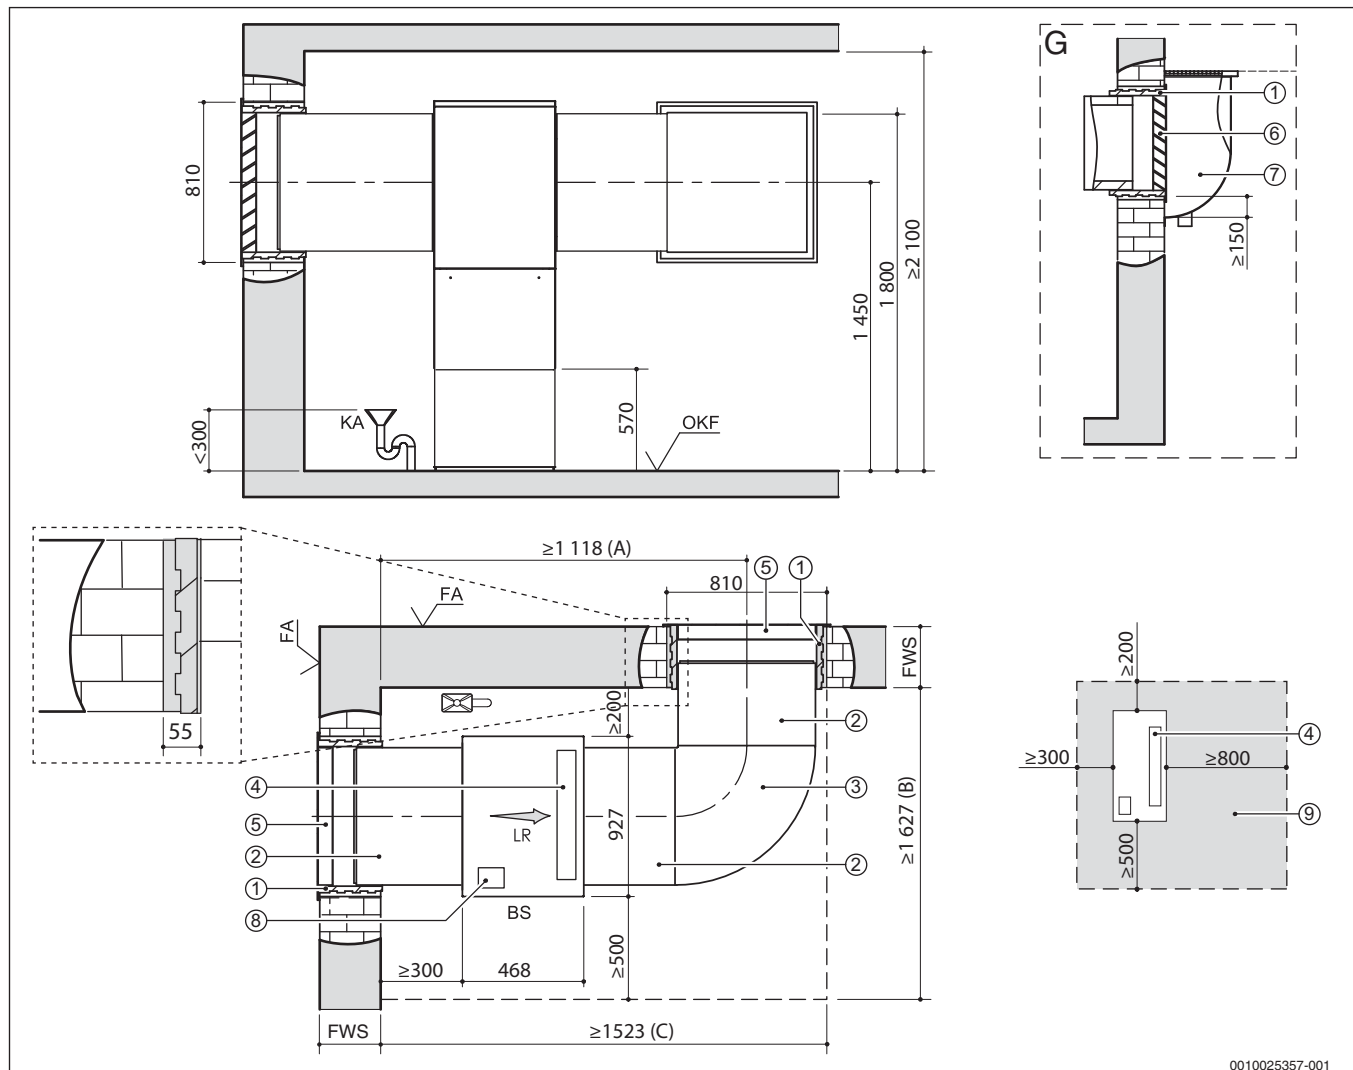
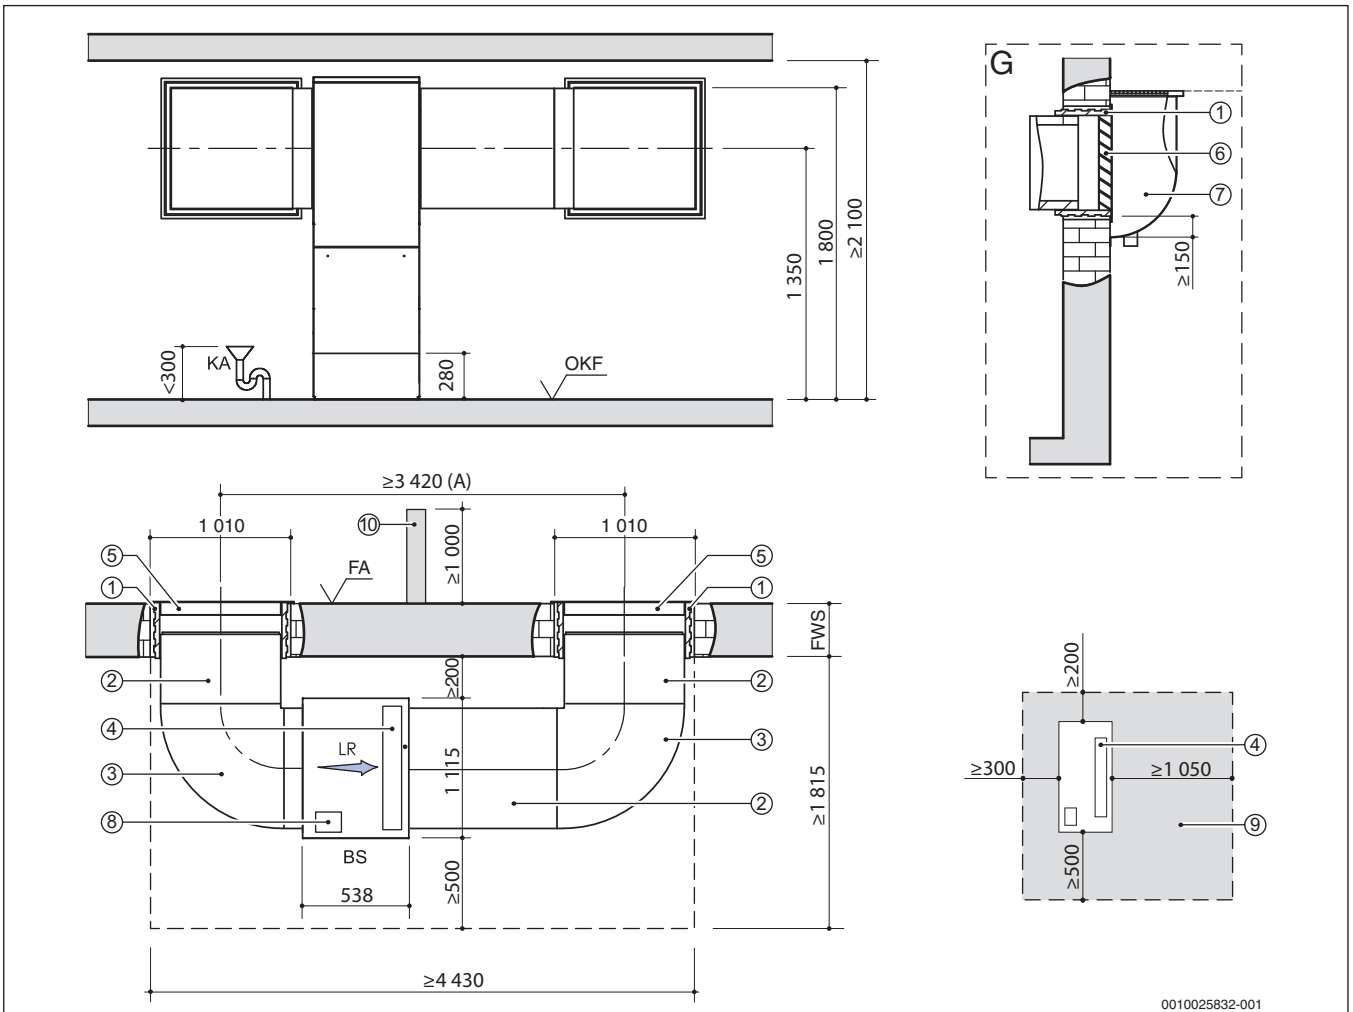

Bild 17 Aufstellplan für WLW196i-6/8 IR mit dem Luftkanalsystem 700 (alle Maße in mm)
Bild 18 Aufstellplan für WLW196i-11/14 IR mit dem Luftkanalsystem 900 (alle Maße in mm)
- Im Aufstellraum muss ein Kondensatablauf vorhanden sein. Die Höhe des Anschlusses ist in den Aufstellplänen eingetragen ( $\rightarrow$  Bild 17, Seite 8 und Bild 18, Seite 9).
- Kann aus baulichen Gründen die Luftführung nur an einer Gebäudeseite erfolgen, muss ein Luftkurzschluss verhindert werden. Dies kann über eine Trennwand (→ Bild 18 [10], Seite 9) oder durch einen ausreichenden Abstand zwischen den beiden Öffnungen erreicht werden.
- 1450 mm für Wärmepumpen mit 6/8 kW (→ Bild 17, Seite 8)
- 1350 mm für Wärmepumpen mit 11/14 kW (→ Bild 18, Seite 9)
#### Legende für Bild 17 + Bild 18: